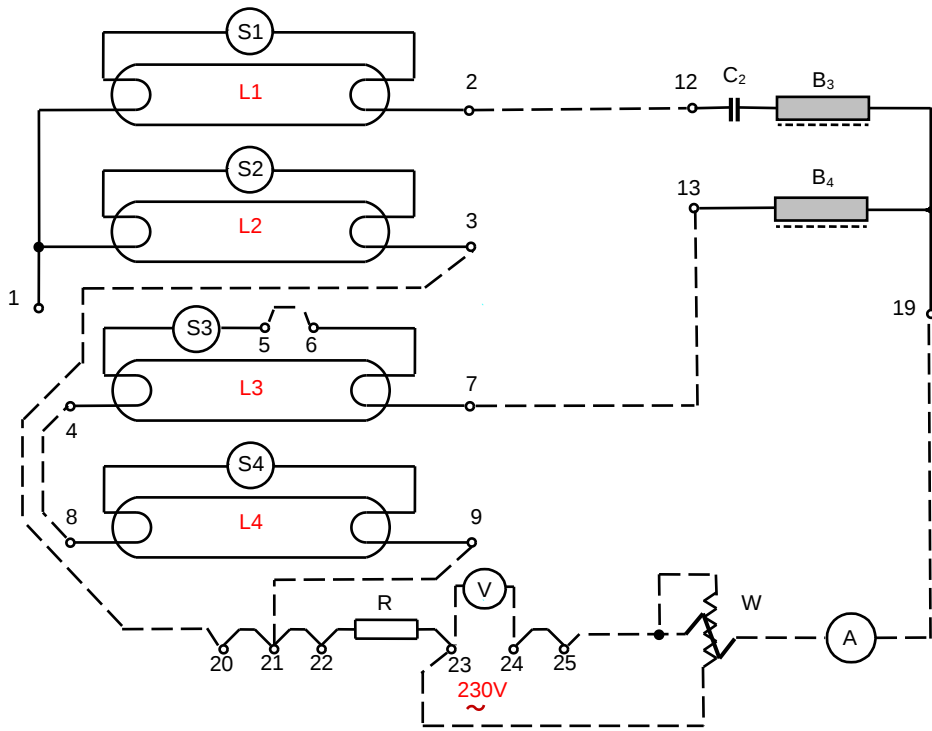

Fig. 7
2.4 Îngroșați pe schema din Fig. 7 legăturile care trebuie realizate pentru a forma montajul tandem inductiv. Executați montajul.
2.5 Îngroșați cu linie dublă pe schema din Fig.7 legăturile care trebuie realizate pentru a completa montajul anterior în scopul obținerii montajului tandem duo. Executați montajul.